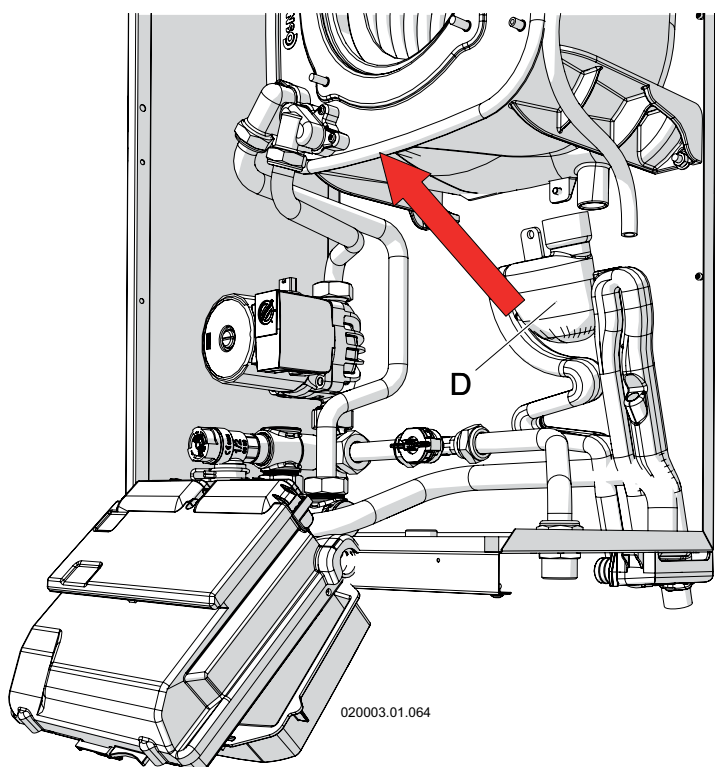

Figure 8-4 - Retrait de siphon de collecte de condensat
- 1.- avec l'appareil sous tension, ouvrez un ou plusieurs robinets d'eau chaude domestique à fond pour forcer le brûleur à la puissance maximum et le niveau de liquide présent dans le réservoir de siphon "D" à diminuer (voir figure 8-4) ;
- 8.- extrayez le siphon vers l'extérieur (voir figure 8-4) en vous assurant de déconnecter les tuyaux de collecte de l'eau provenant de la partie supérieure de l'appareil et de la vanne de ventilation d'air.